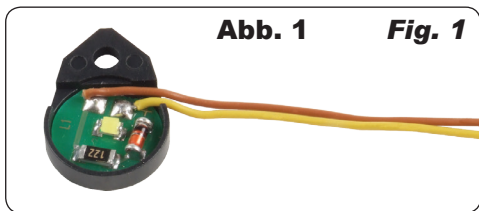

Abb. 1 Fig. 1
2. Legen Sie die Beleuchtungsplatte in den Montagering. Achten Sie dabei auf korrekte Kabelführung. (Abb. 1)
2. Place the lighting board into the mounting ring. Observe the correct position of the yellow and brown cables. (See fig. 1)